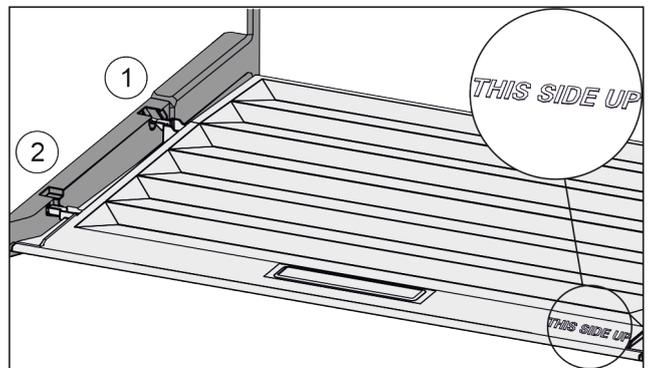

Fig. 158
- ▶ Inserire le nervature del coperchio attraverso l'apertura del supporto posteriore Fig. 158 (1) e innestare anteriormente nel supporto Fig. 158 (2).